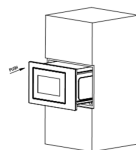

Fig.1
1. Inserire il forno a microonde nel mobile da incasso e spingerlo in avanti fino in fondo. (Fig. 1)